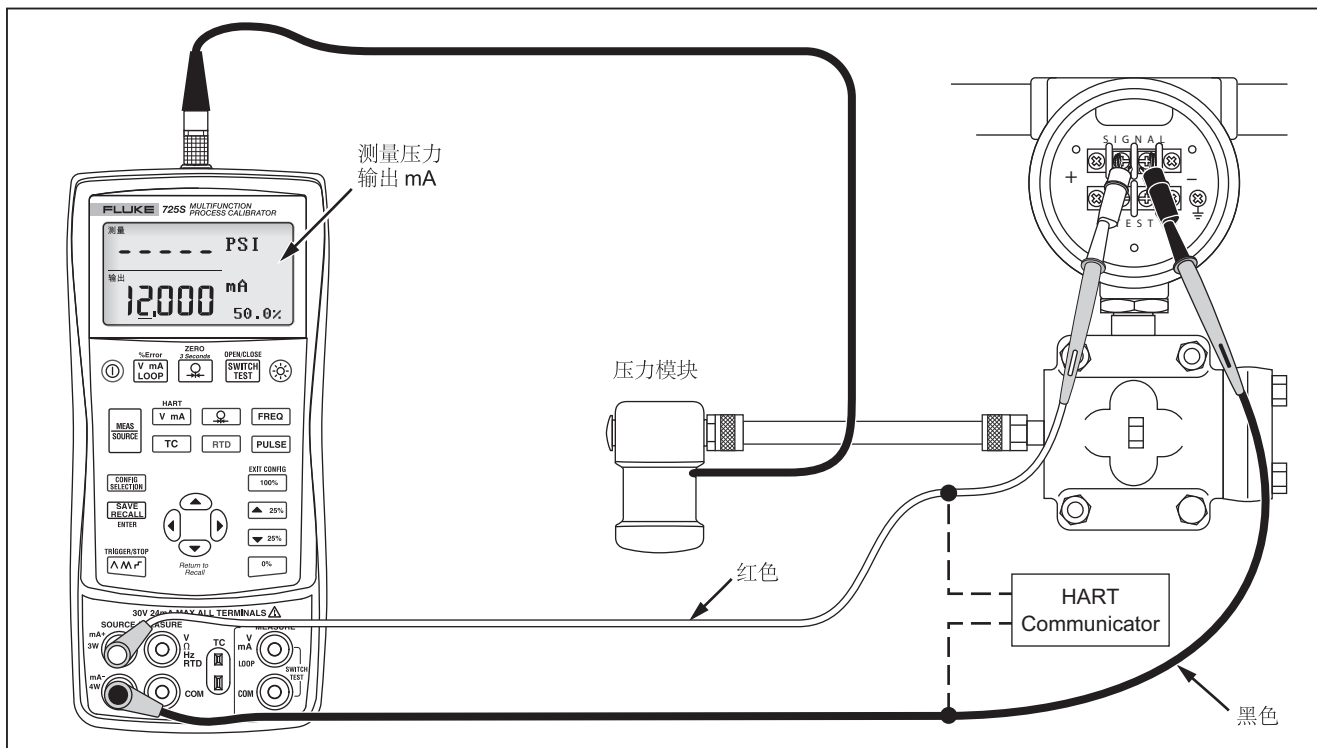

图 22. 校准电流-压力 (I/P) 变送器
1. 如图 22 所示,将测试导线连接到受测仪器。连接模拟电流-压力变送器,并测量相应的输出压力。